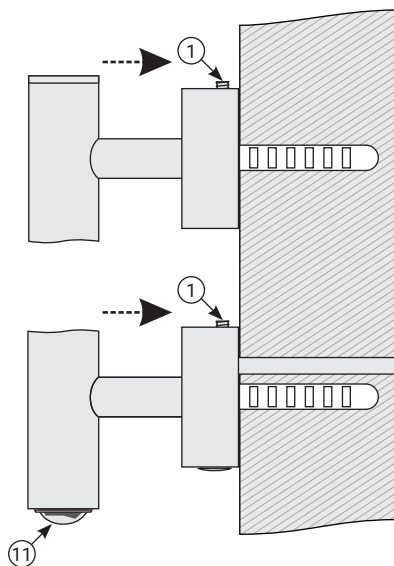

Рис.7
- 4.2.9. Прижать до упора весь полотенцесушитель к стене и с усилием зафиксировать стопорные винты в кронштейнах (рис. 7).
- 4.2.10. Включение/выключение полотенцесушителя производится кнопкой-индикатором, расположенной в торцевой части изделия (рис. 7 «11»).